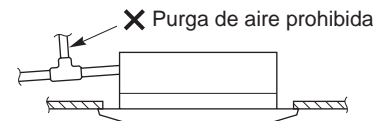

Fig. 3-11
- No instale purga de aire en el tubo de evacuación de condensados. (Fig. 3-11)